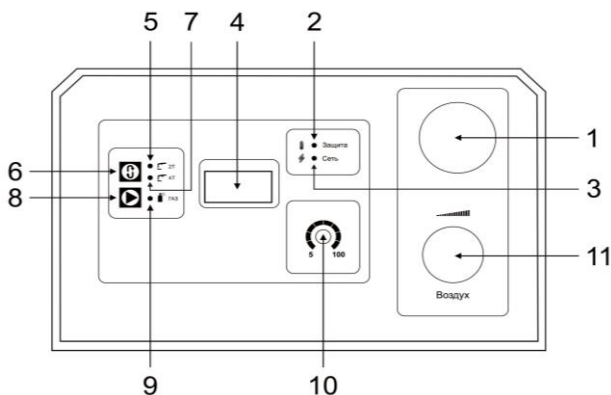

Рис.3. Панель управления
2.1. Вращая ручку регулятора (Рис.3, п.10), выставите параметры следующим образом:
2.2. Кнопка выбора 2Т и 4Т режимов (Рис.3, п.6). Двухтактный режим работы — это режим, при котором в течение всего сварочного процесса кнопка на горелке должна быть нажата.
2.3 Кнопка проверки воздуха: короткое нажатие на кнопку выпускает небольшой объем воздуха, длительное нажатие (более 1с) служит для большего выпуска объема воздуха. Позволяет проверить оба газовых клапана (Рис.3, п.8).
Внезапная остановка может произойти из-за перегрева. При перегреве аппарата загорается индикатор «Защита» (Рис.3), и процесс резки автоматически останавливается. При этом, не отключая аппарат, дождитесь, пока внутренняя температура не станет соответствовать стандартному диапазону. И погаснет индикатор.